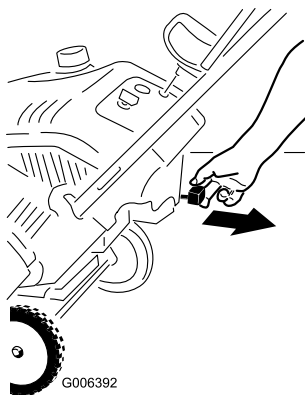
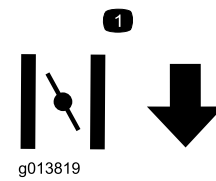

Figura 14
Figura 15
2. Tirate in fuori la leva dello starter (Figura 14 e Figura 15).